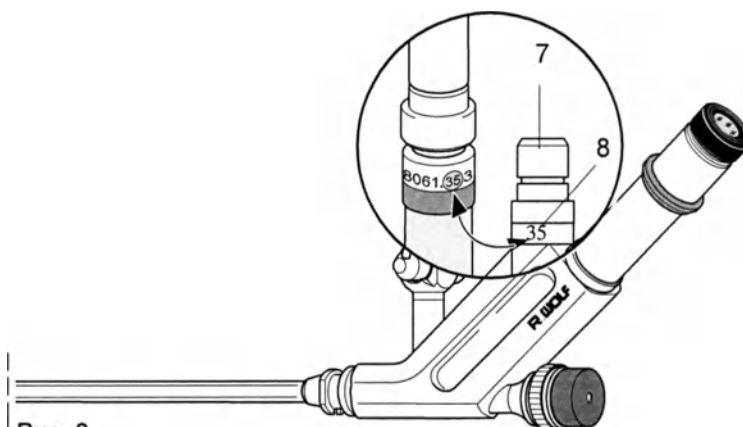

Рис. 8
При помощи № типа гибкого световода 8061.xx3 / 8062.xx3 можно выбрать подходящий диаметр волоконно-оптического кабеля для эндоскопа. Числовая характеристика диаметра волоконно-оптического кабеля (8) на соединительной детали для холодного света (7) должна соответствовать двум числам после точки в № типа. (Рис. 8)